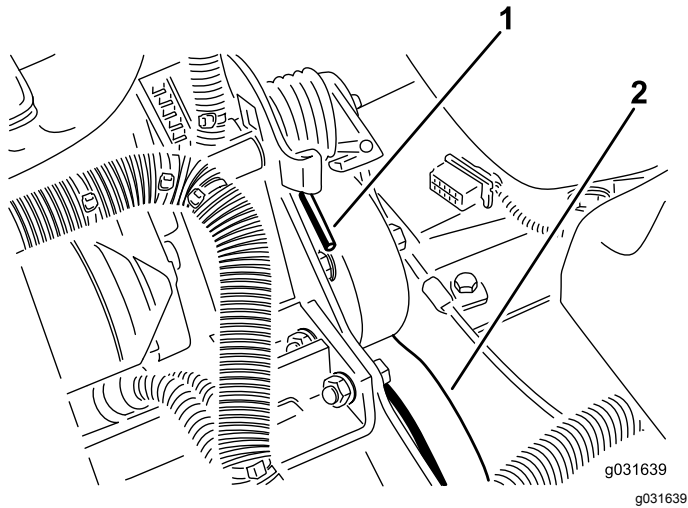

图 60
2. 向下向前按弹簧的端部将其从支架上脱开释放弹簧上的张紧力图 60。